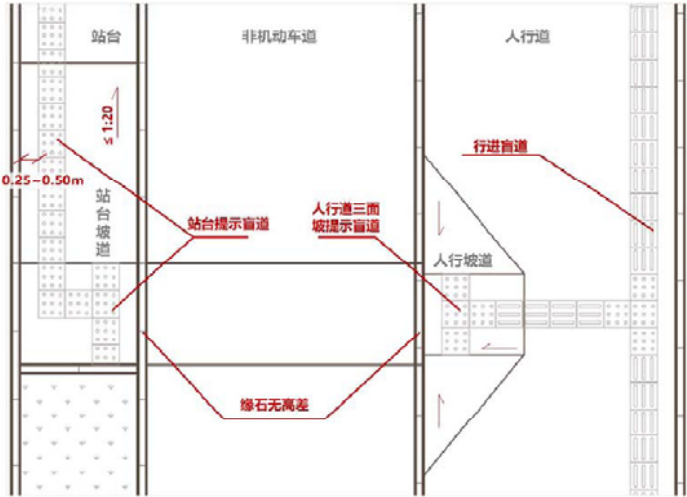

图 7 站台盲道与人行道盲道协调衔接示意图
- 站台处盲道系统应与人行道上设置的盲道系统良好衔接（如图 7 所示）。